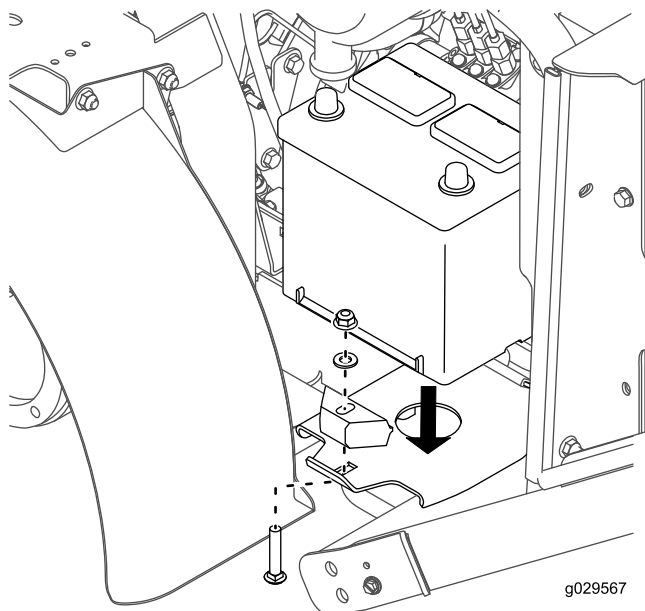

図 40
8. バッテリーを、バッテリー台に仮止めする 先ほど外したキャリッジボルト、バッテリー押さえ、ワッシャ、ナットを使用する 図 40。